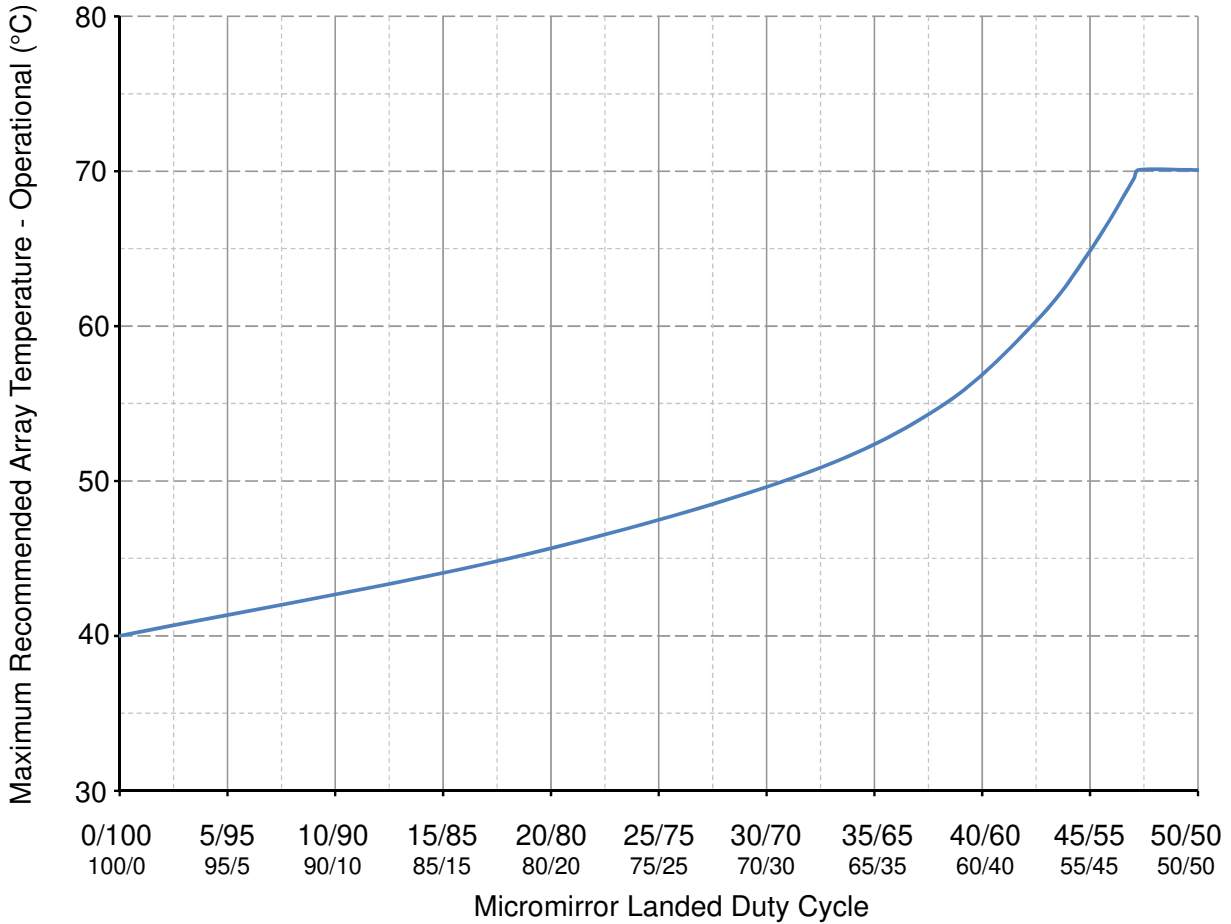

図 5-1. 推奨最大アレイ温度—ディレーティング曲線
- (17) 図 5-1 に従って、最大動作アレイ温度は、最終アプリケーションにおいて DMD が受けるマイクロミラーの着地デューティサイクルに基づいてディレーティングする必要があります。マイクロミラーのランデッド デューティ サイクルの定義については、セクション 6.9 マイクロミラーのランデッド オン / ランデッド オフ デューティ サイクルセクションを参照してください。